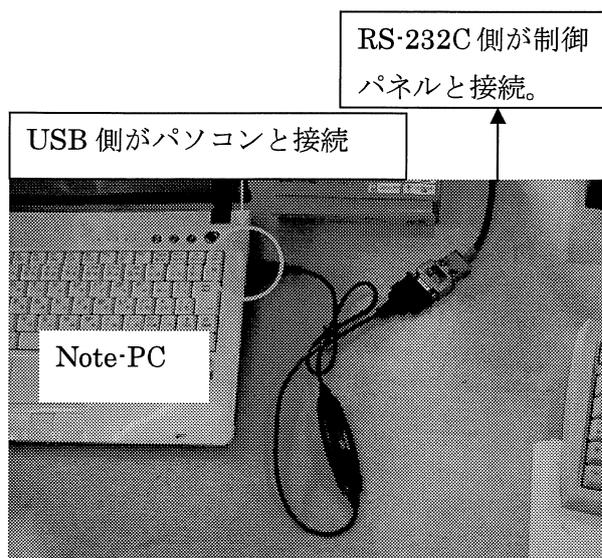

図 A.2 USB 中継器の接続
- ① パソコンの電源をONにしてWindowsを起動する。
- ② 図A.2を参考して、USBコネクタをパソコンのUSBポートにしっかりと奥まで差し込み、確実に接続する。「新しいハードウェアの追加ウィザード」が自動的に開始される。